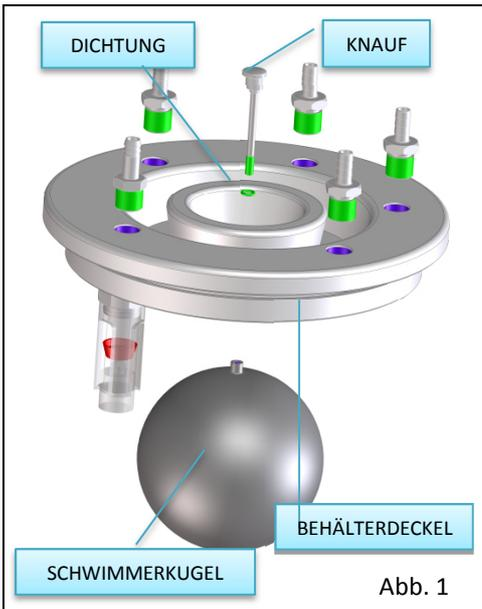

Abb. 1
3. Montieren Sie den Überlaufschutzschwimmer (Abb. 1), indem Sie die Knaufschraube mit der Dichtung in das vorgesehene Loch in der Mitte des Behälterdeckels stecken. Setzen Sie dann die Schwimmerkugel unter den Deckel und schrauben ihn auf die Knaufschraube.